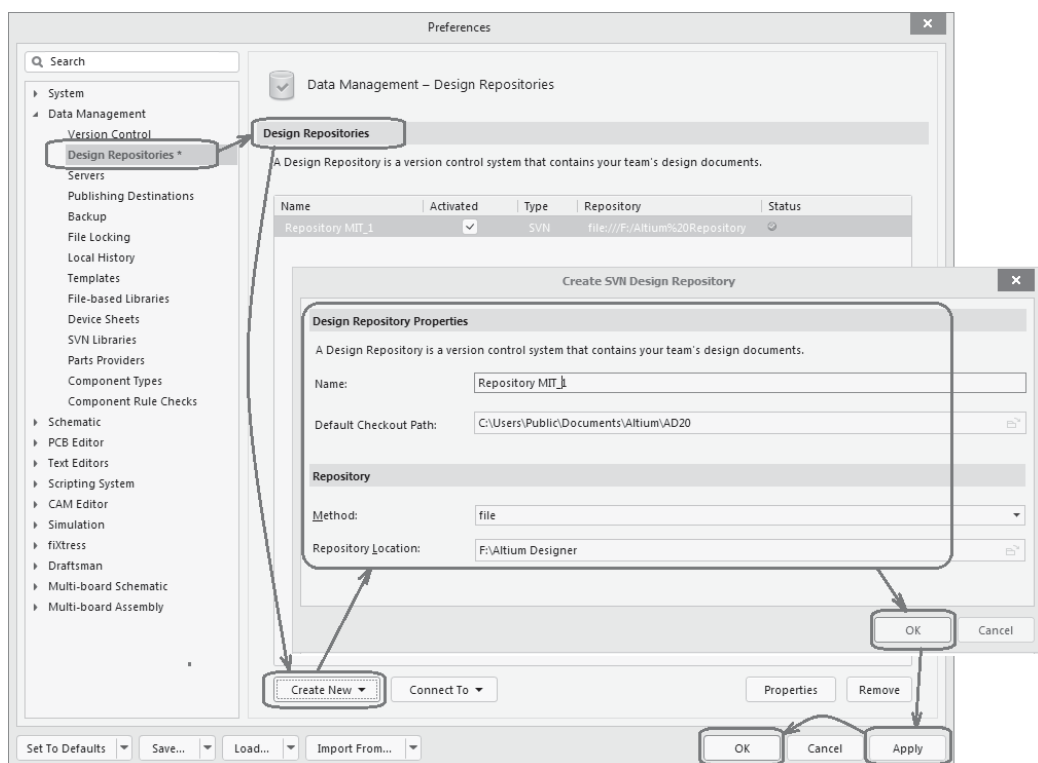

Рис. 13.2. Диалоговое окно формирования нового депозитория
3. Следующий шаг — формирование депозитария для работы с версиями разрабатываемых документов. С этой целью откройте в оболочке **Preferences** страницу **Data Management | Design Repositories** (рис. 13.2).
4. Щелчком на кнопке **Create New** откройте диалоговое окно **Create SVN Design Repository** (см. рис. 13.2, *окно на переднем плане*).
7. Щелчком на кнопке **OK** вернитесь в оболочку **Design Repositories** (см. рис. 13.2, *окно на заднем плане*) — в главном поле окна отображаются данные нового депозитория: